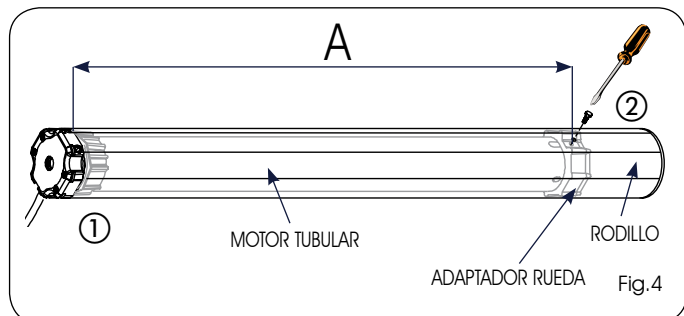

Fig.4
- 2) Introduzca el motor tubular ensamblado en el interior del rodillo por la parte opuesta a la tapa, hasta que el adaptador corona esté completamente introducido en el rodillo (Fig.4 ref.①).